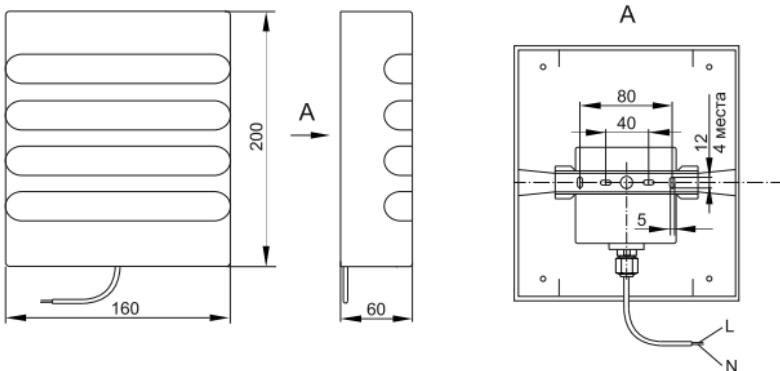

Рисунок 1
3.2.4 Подключение светильника к сети 230 В~ производить с использованием кабельной муфты или монтажной коробки со степенью защиты не менее IP54 (в комплект не входят). Концы сетевого кабеля, выведенного из светильника, подключить согласно цветовой маркировке (рисунок 1):